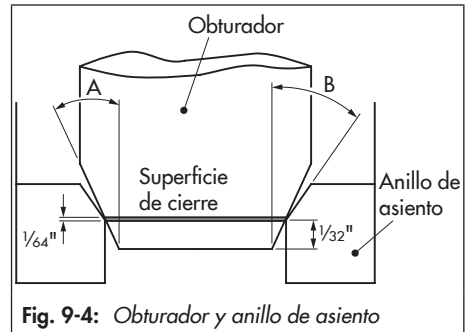

Fig. 9-4: Obturador y anillo de asiento
1. Colocar el asiento, incluido la junta, en el cuerpo de la válvula. Prestar atención a colocarlo y orientarlo de forma correcta. La superficie inclinada unos 20° es donde asienta el obturador y debe apuntar hacia la parte superior de la válvula (ver Fig. 9-4, ángulo "B").
8. Colocar el asiento, incluido la junta, en el cuerpo de la válvula. Prestar atención a colocarlo y orientarlo de forma correcta. La superficie inclinada unos 20° es donde asienta el obturador y debe apuntar hacia la parte superior de la válvula (ver Fig. 9-4, ángulo "B").